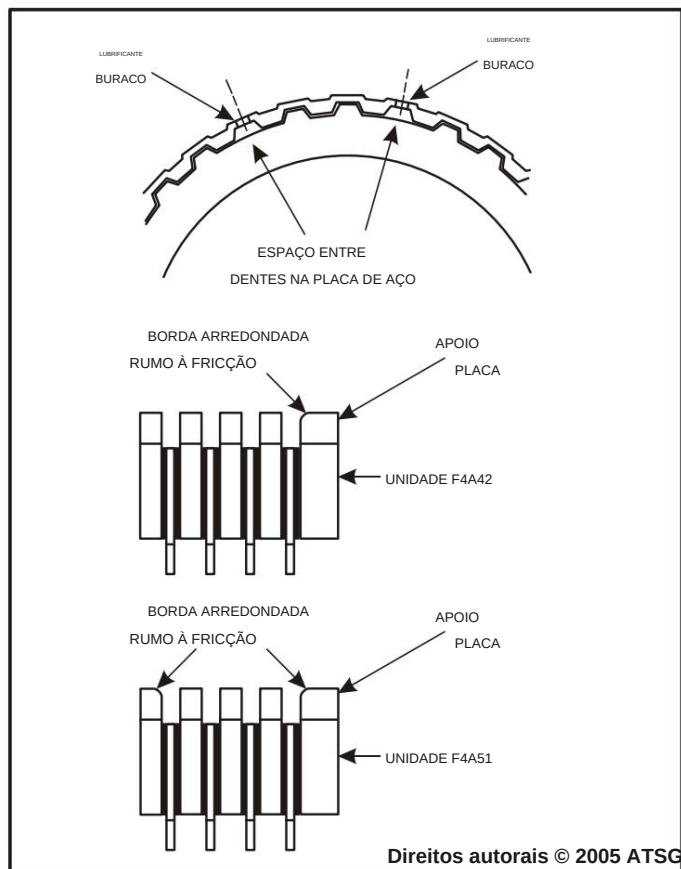

Figura 83
Observação: A unidade F4A51 possui uma placa de aplicação com 0,160" de espessura e uma borda arredondada que vai em direção à placa revestida (veja a Figura 83).
14. Instale a placa aplicadora de forma que os locais sem dentes fiquem alinhados com os furos de lubrificação do retentor, conforme mostra a Figura 83.
Nota: Alinhe as placas de aço de forma que os locais sem dentes fiquem alinhados com os orifícios de lubrificação no retentor (Ver Figura 83). As placas de fricção devem ser embebidas em ATF durante 1 hora.